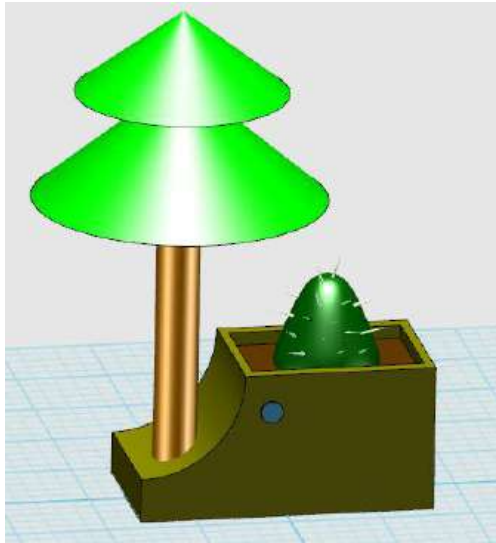

图 30 创建小圆柱作为装饰
- (1) 单击【基本实体】→【圆柱体】，在图 30 所示的花盆侧面放置一个小圆柱。